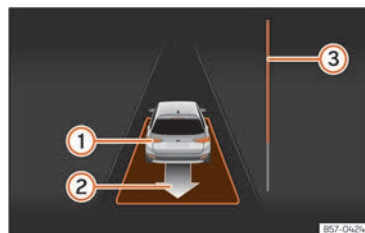

Abb. 143 Am Bildschirm des Kombi-Instruments: parallel zur Fahrbahn ausparken.
- Fahren Sie rückwärts, bis das Dauertonsignal des ParkPilot ertönt; **ODER:** fahren Sie zurück, bis am Bildschirm des Kombi-Instruments die Anzeige zur Vorwärtsfahrt erscheint. Die Fortschrittsanzeige »» [Abb. 143] ③ zeigt den zurückzulegenden Abstand an.